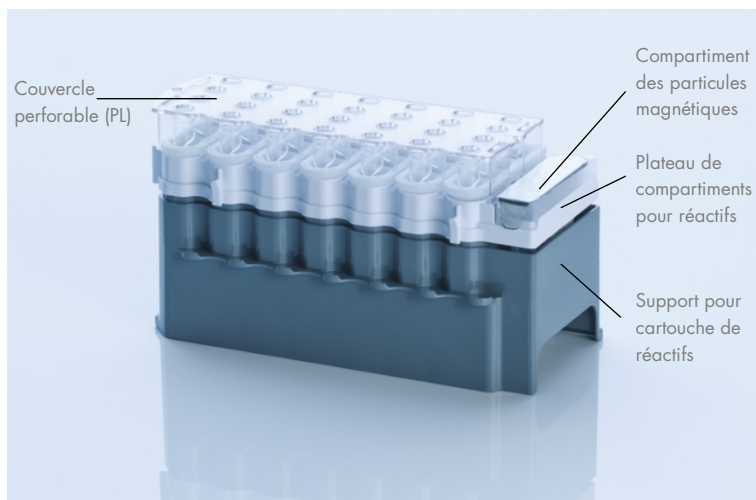

Figure 2. Cartouche de réactifs QIASymphony. La cartouche de réactifs contient tous les réactifs nécessaires au cycle.
Les réactifs pour la purification de l'ADN sont contenus dans une cartouche de réactifs innovante (Figure 2, page 18). Chaque compartiment de la cartouche contient un réactif particulier, tel que des particules magnétiques, un tampon de liaison, un tampon de lavage ou un tampon d'éluat. Il est possible de refermer les cartouches entamées à l'aide de bandelettes d'étanchéité en vue d'une réutilisation ultérieure, ce qui évite de générer des déchets dus à des restes de réactifs à la fin de la purification.
Placer la cartouche de réactifs dans le support de cartouche de réactifs. Avant la première utilisation d'une cartouche de réactifs, placer sur celle-ci le couvercle perforateur (PL) (Figure 2, ci-dessus).